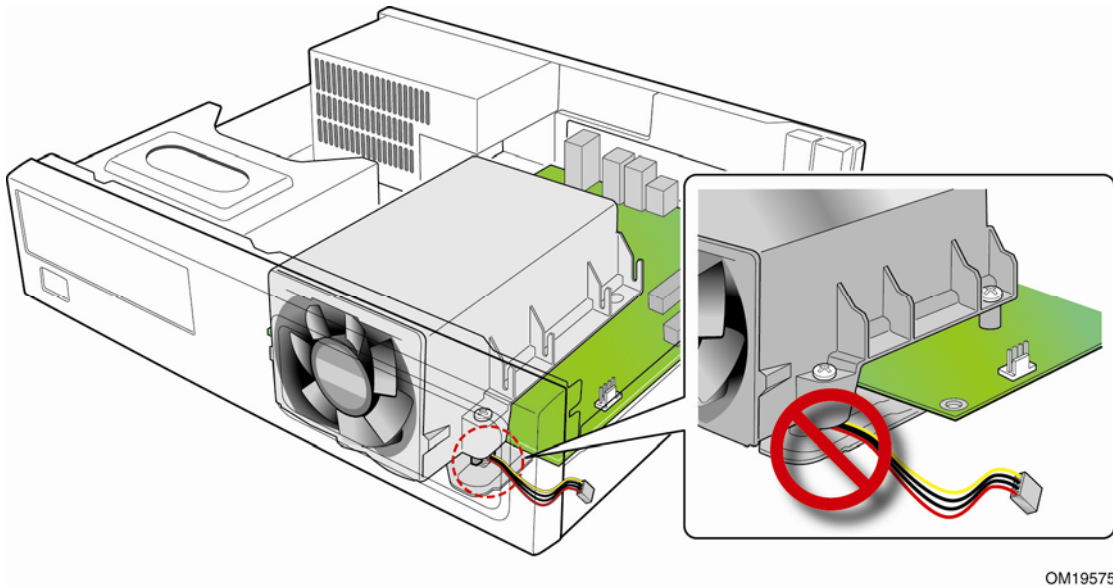

图 13. 小心温度模块风扇电缆的布线
3. 注意切勿将温度模块风扇电缆压在温度模块与台式机主板或 SRM 之间（参见图 13）。